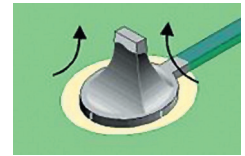

Рис. 7. Движения жала паяльника вверх вдоль вывода элемента для образования правильной формы галтели
- Для образования правильной формы галтели жало паяльника должно двигаться вверх вдоль вывода элемента (рис. 7).